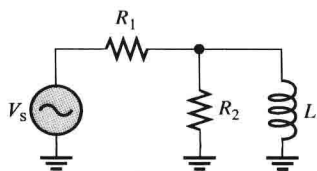

图 12-43
并联电路中的开路元件 在并联 RL 电路中, 开路的电感或电阻将使总阻抗增大, 从而导致总电流减小。显然, 开路元件支路的电流为零, 如图 12-43 所示。
3. 在图 12-43 的电路中, 指出当 L 开路时 I_{tot} 、 V_{R1} 和 V_{R2} 是增大还是减小。